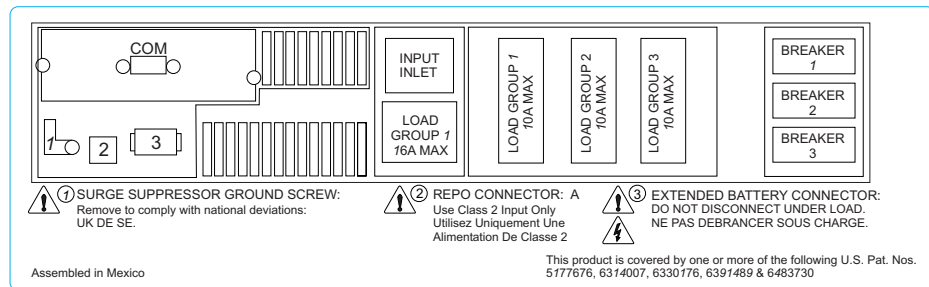

图 7. 后面板配置标签
2. 后面板配置。请参阅图 7，它贴在 SAN Volume Controller 的电源外盖上。